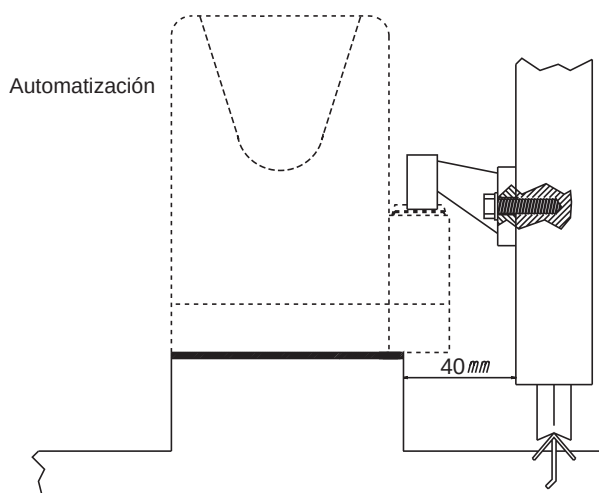

Fig. 3
Nota: La contraplaca debe empotrarse o fijarse siguiendo rigurosamente las medidas indicadas en la fig. 3 para garantizar que el piñón del motorreductor y la cremallera engranen correctamente.
- Coloque el motorreductor respetando las medidas indicadas en la Fig. 3. Apoye el motorreductor en la contraplaca de forma que los tornillos, M8x30, entren en los dos orificios de fijación y apriete las tuercas sobre una arandela plana y una dentada, Fig. 4B detalle E.